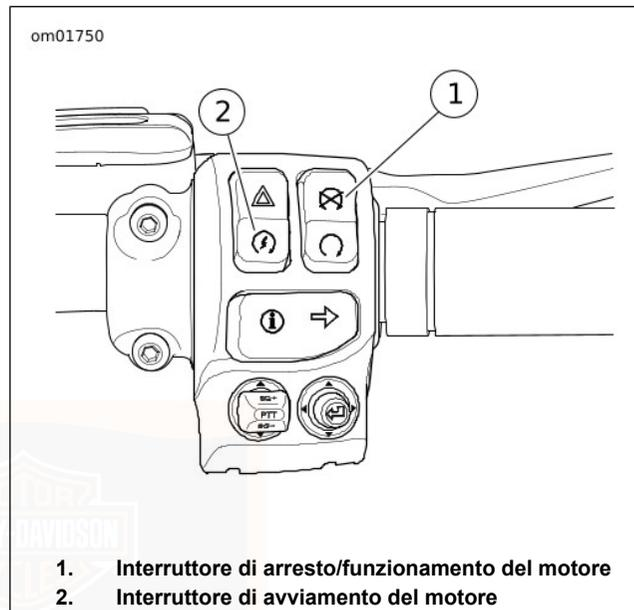

Figura 55. Comandi del semimanubrio destro
2. Vedere Figura 55. In presenza del portachiavi elettronico del sistema di sicurezza, girare l'interruttore di arresto/funzionamento su FUNZIONAMENTO.